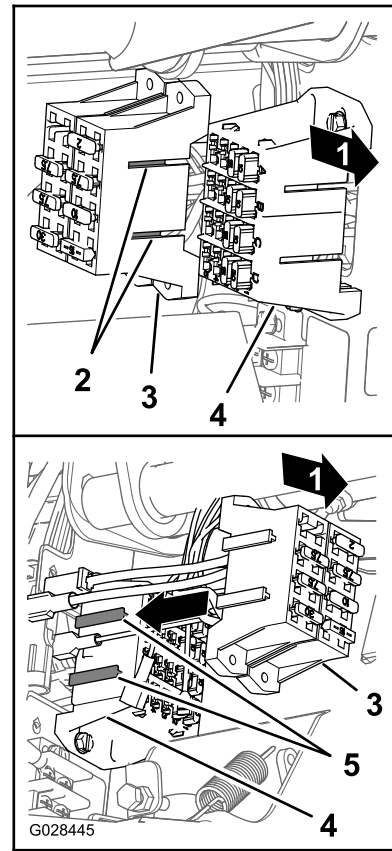

图 26
4. 将打药机保险丝盒上的 T 形接头与机器保险丝盒的 T 形槽对齐并将打药机保险丝盒滑入槽中直到保险丝盒完全就位图 26。